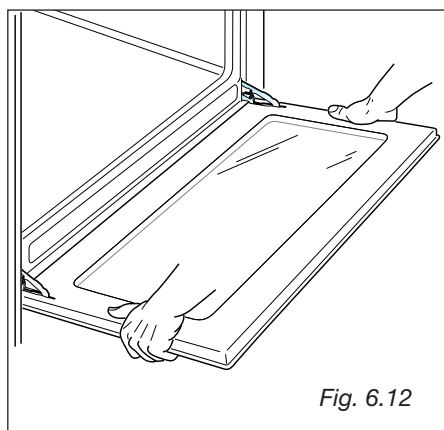

Fig. 6.12
- Saisir la porte comme illustré dans la fig. 6.12.